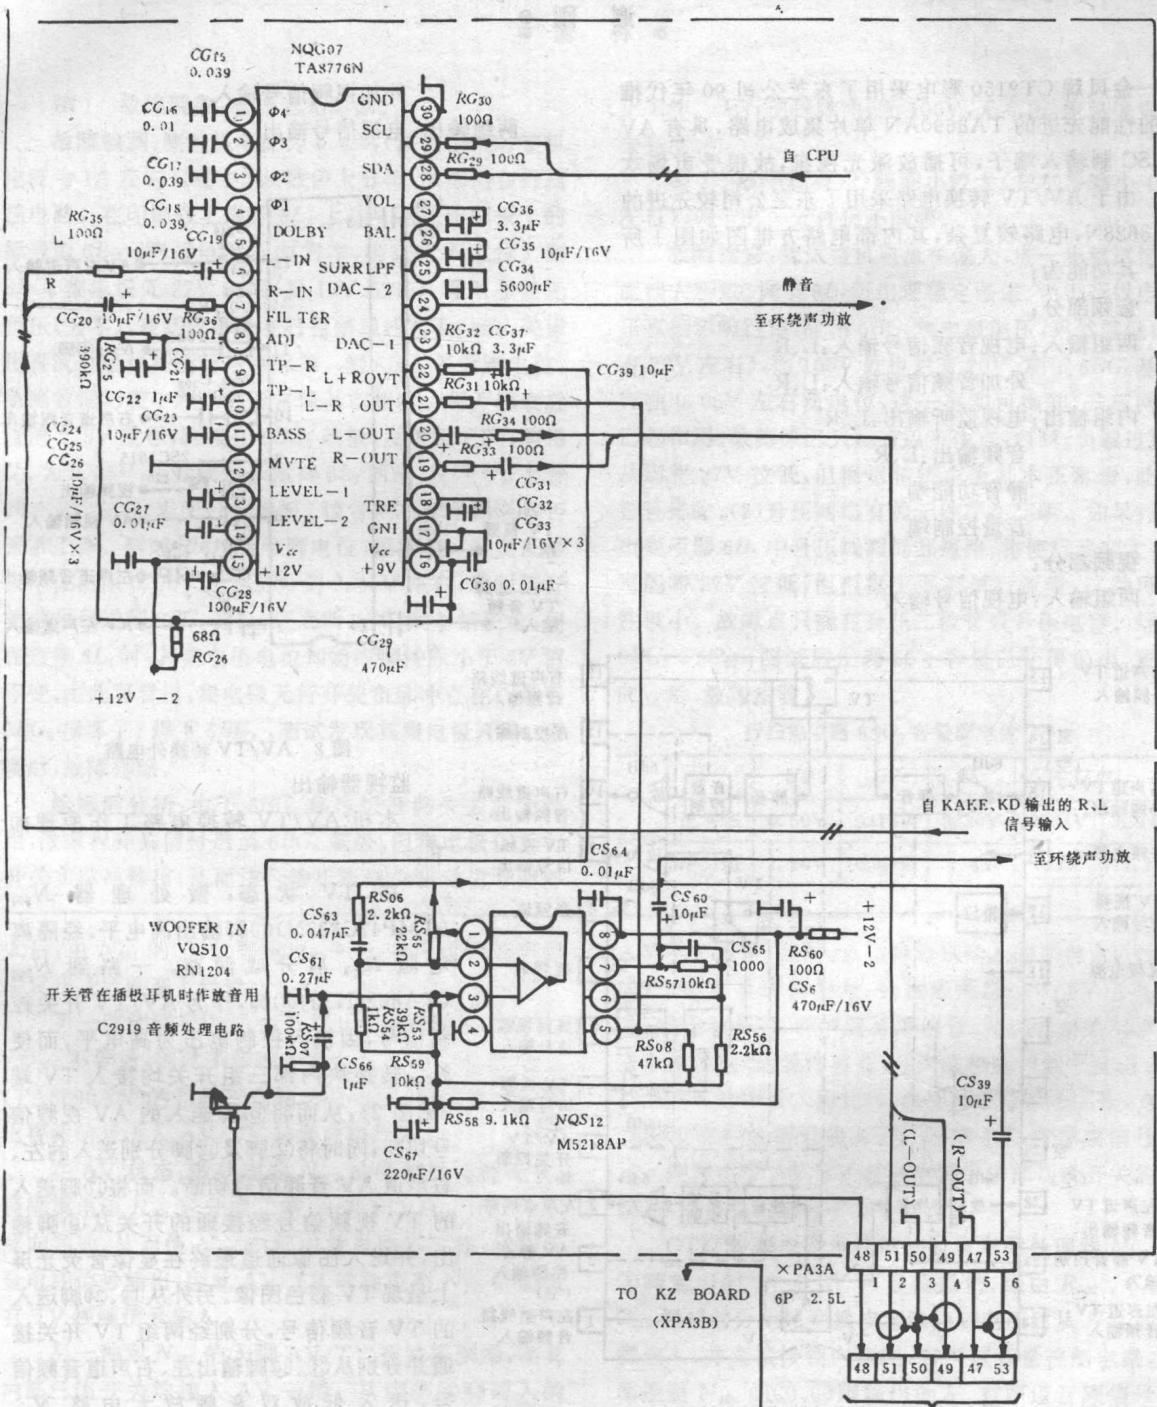

图 12 C2919 音频处理电路
如图12，KA板输出的R信号加到NQG07⑦脚，L信号加到⑥脚，经内部加法电路得到L+R信号，经音量控制后作为重低音信号从②脚输出，进入有源滤波器NQS12的③脚，取出200Hz以下的重低音从①脚输出并经插件加到三路功放NQ60的重低音功放输入端⑤脚，放大后从⑩脚输出，并经插件进入BT板XPA4A④、⑤脚至XP665①、③脚至“火箭炮”扬声系统W665发出重低音。同时KA板输出的R、L信号，在NQG07内相减，得到环绕声信号从⑩脚输出，加到NQS12的⑤脚，放大后从⑦脚输出，再经RS03分为两路加到环绕声功放NQS1的②脚，另一路加到NQS1的④脚从②脚输入的信号作为R路信号从④脚输入的则作L路信号，分别经CS07、CS09加到插件XP624③、②脚至BT板，XP62B③、②脚至外接环绕声扬声器接线端XPH03，激励环绕声扬声器发音。NQS01信号输入电路中并接的开关管在插拔耳机或AV/TV转换时作静音使用。在NQG07内，R、L信号经高低音控制、音量控制和平衡控制后，R信号从⑩脚输出，L信号从⑩脚输出，R信号经RG33、CG32，L信号经RG34、CG33，分别加到插件XPA3A④脚和②脚至KZ板XPA3B④脚和②脚至XPA6B⑤脚和①脚至DY板XPA6A⑤脚和①脚，XPA6A⑤脚输入的R信号经R670、C673加到NQ601(TA8218AH)输出端②脚，XPA6A①脚输入的L信号经R685、C681加到NQ60功放块的⑥脚，经功放后，R信号从⑩脚输出，L信号从⑩脚输出，R信号经C687、L信号经C683分别加到XPA5A③脚和①脚，至KX板XPA5B③脚和①脚，至立体声耳机插口XP661，至XPA4B③脚和①脚，至BT